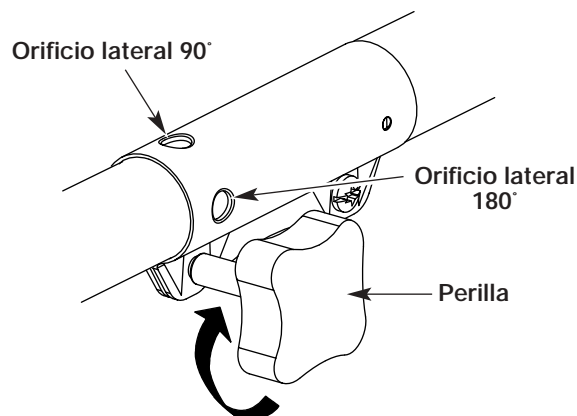

Figure 11
3. Gire la perilla en sentido horario para ajustarla (Fig. 11).
Para recortar bordes mientras usa el accesorio de corte de cabeza de línea con modelos EZ-Link™, trabe el botón de desconexión en el **orificio lateral de 90°** o en el **orificio lateral de 180°** (Fig. 11).